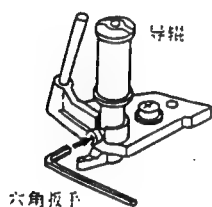

图1-52
- b) 先松开导辊底部的设定螺丝, 然后再用导辊调整专用螺丝刀(JIG DRIVERH-4) 稍微将其旋至能轻松圆滑地旋动它之程度。(见图1-52)